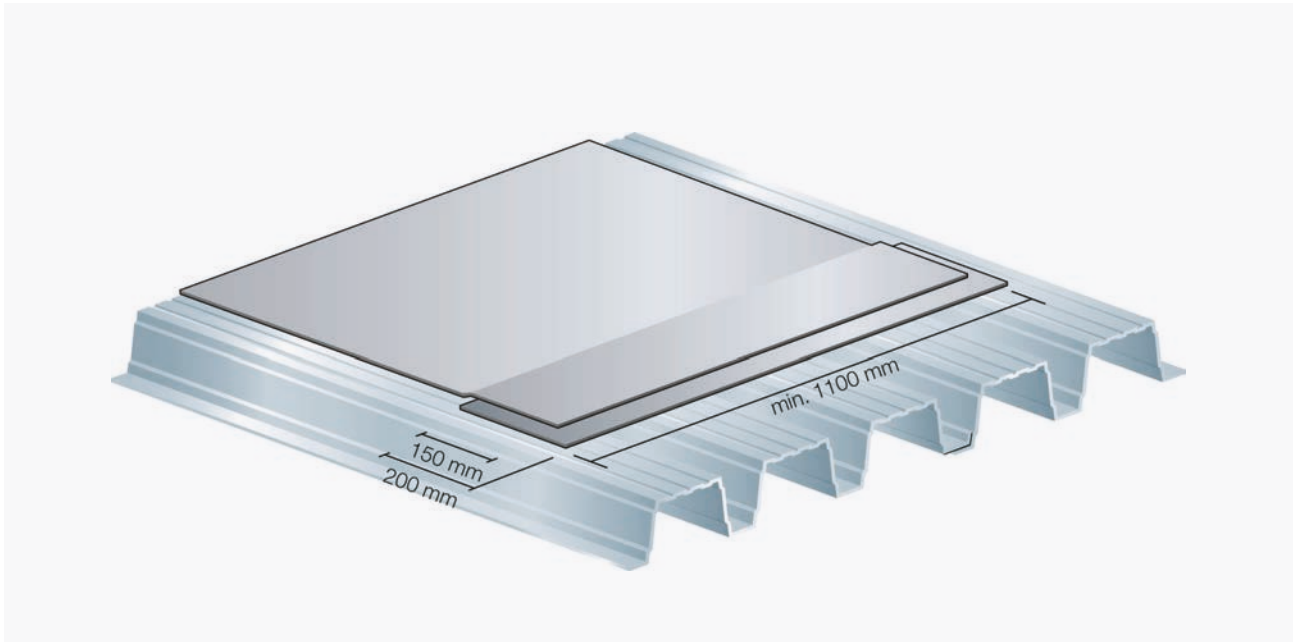

Figure 4
- Sur support métallique, il est recommandé d'installer une bande de pare-vapeur V-Gard™ de 200 mm de largeur sous la jonction transversale (figure 4).